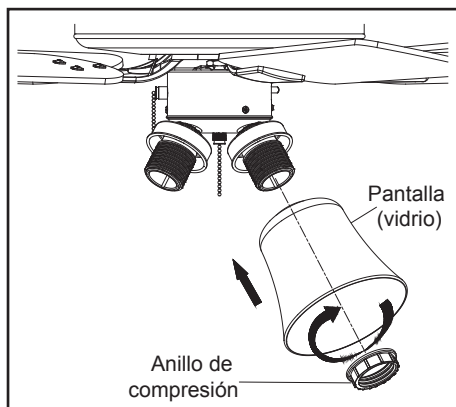

Figura 14
6. Con la corriente desconectada, enrosca las bombillas LED (8.5 W, incluidas) en sus portabombillas. (Figura 14)